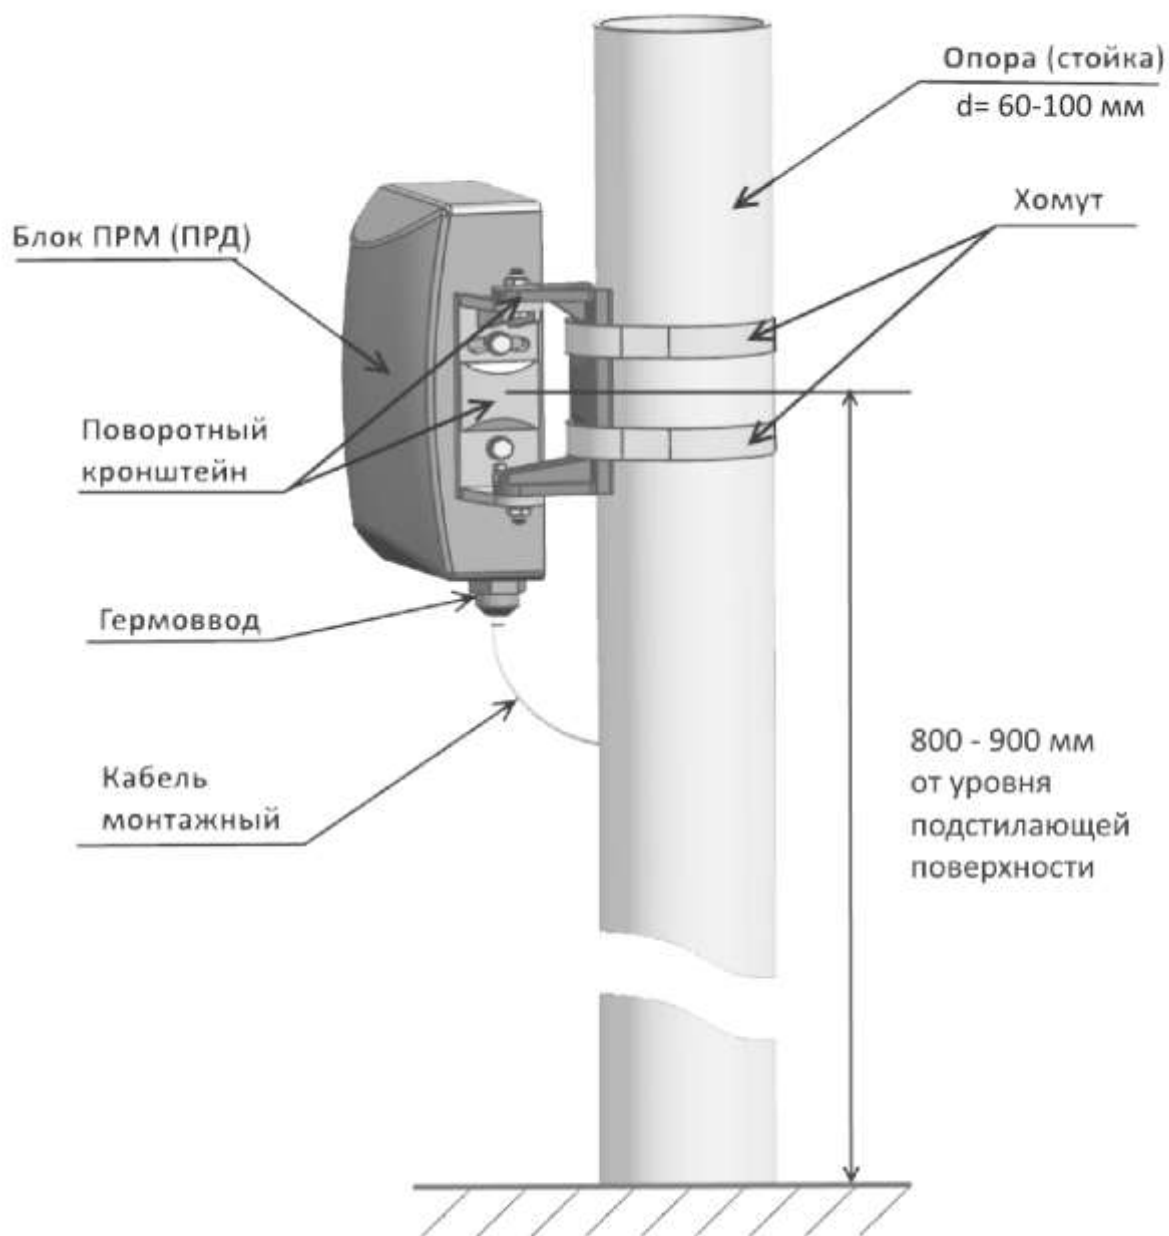

Рис. 4
11.4.11. Внешний вид блока ПРМ (ПРД) извещателя, смонтированный на опоре, приведен на Рис. 4.